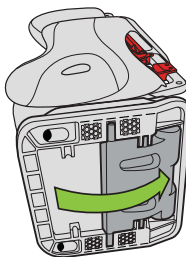

Figura 73
- Cerciñese de que el pie de inclinación esté en la posición viendo hacia adelante. Si es necesario, agarre el borde hacia adelante del pie de inclinación y gírelo hacia el respaldo del asiento presionándolo dentro del espacio en la parte inferior del asiento, como se muestra en la **figura 73**.